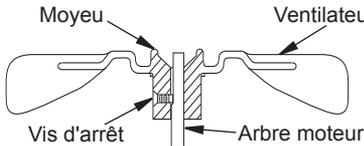

Figure 8 - Coupe transversale du ventilateur
6. Remplacez le ventilateur sur l'arbre moteur. Assurez-vous que la vis d'arrêt touche l'arrière de la surface plane de l'arbre du moteur (voir Figure 8, page 7).